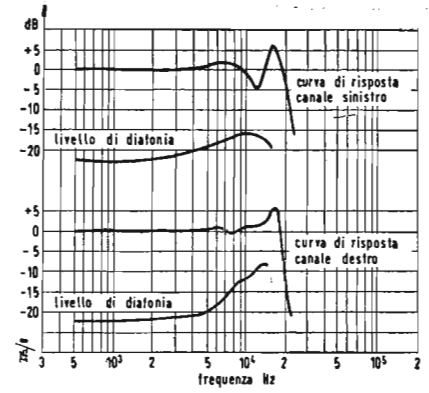

Fig. 4 ▼
**I circuiti magnetici:** sono molto semplici, e si compongono unicamente di una staffa in metallo ad alta permeabilità con una bobina in ciascun braccio. Essendo le bobine a due a due in serie, si sommano le tensioni dovute alle variazioni di flusso prodotte dai movimenti del magnete, ma si eliminano quelle provocate dai campi esterni (da cui la riduzione di sensibilità al ronzio, posseduta del resto dalla maggior parte dei fonorivelatori attuali). I due circuiti magnetici, la cui impedenza nominale è 2000  $\Omega$  (più precisamente 1800  $\Omega$  di resistenza ohmica in serie con una induttanza di 0,53 H), sono disposti ortogonalmente, e le rette che congiungono i loro poli opposti (1-2 e 3-4, fig. 4) formano un angolo di 45° con la superficie del disco (quindi parallele alle due direzioni di incisione privilegiate).